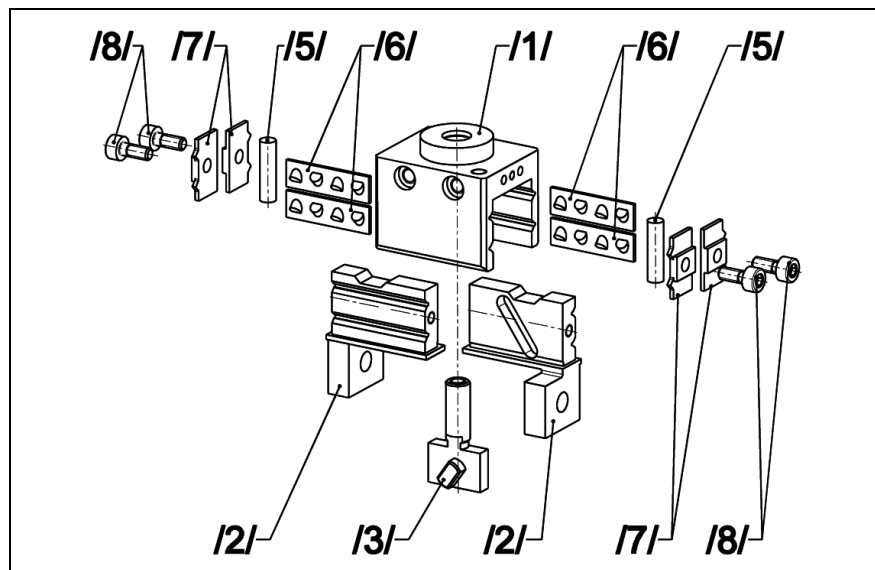

Abb. 8 Greifkopf zerlegen
- ➔ Bauen sie den Greifkopf wie in Abb. 8 ersichtlich wieder zusammen